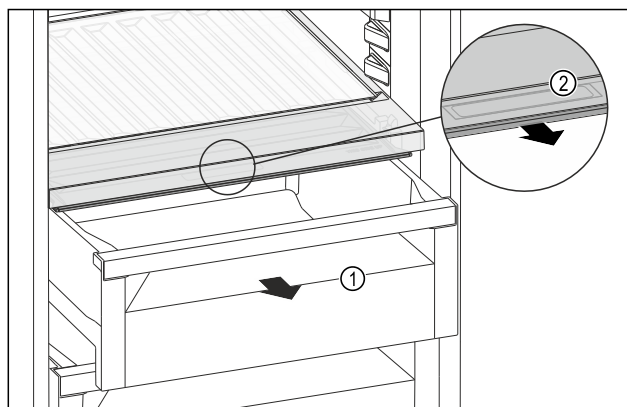

Fig. 109
- ▶ Vytiahnite zásuvku Fig. 109 (1).
- ▶ Uchopte priehľbinu na rukoväť Fig. 109 (2) na veko